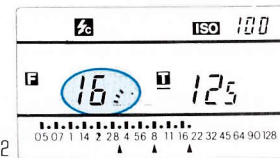

図22
4. ファインダーをのぞいて被写体の測定したい部分を視野中央のサークル (1°または3°) のの中に入れて測定スイッチを押すとフラッシュが発光しF値が表示されます。(図22)